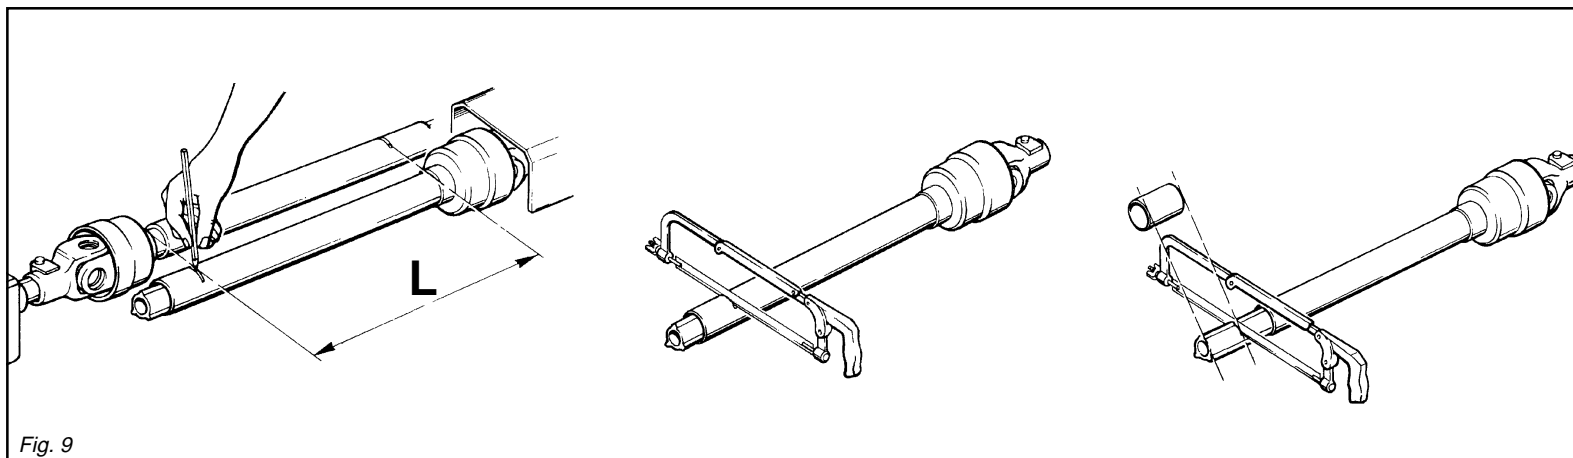

Fig. 9
- 4) Affiancare le due metà del cardano. Trovare la lunghezza minima di scorrimento «L» (Fig. 9). Se l'albero cardanico risultasse troppo lungo si dovranno accorciare, in uguale misura, prima i due tubi di protezione in plastica esterni, poi quelli metallici interni (vedere Fig. 9). Quindi sbavare e lubrificare.
- 4) *Place the two halves of the cardan shaft side by side. Establish the minimum sliding length "L" (Fig. 9). If the cardan shaft is too long, it must be shortened. Proceed by first equally shortening the two external plastic guard tubes then the internal metal ones (see Fig. 9). Finish by trimming and lubricating.*
- 4) Die beiden Hälften der Gelenkwelle aneinander annähern. Die kleinste Gleitlänge "L" finden (Abb. 9). Wenn die beiden Teile der Gelenkwelle zu lang sein sollten, müssen sie abgelängt werden, und zwar beide im gleichen Ausmaß, zuerst der äußere Kunststoffschutz, dann der innere Metallteil (vgl. Abb. 9). Dann sind sie zu entgraten und zu schmieren.
- 4) *Posez les deux moitiés de l'arbre à cardans une à côté de l'autre. Mesurez la longueur minimum de coulissement «L» (Fig. 9). Si l'arbre est trop long, vous devrez raccourcir de la même dimension les deux tubes de protection extérieurs en plastique et puis les tubes métalliques intérieurs (voir Fig. 9). Ensuite ébavurez et graissez.*
- 4) Juntar las dos mitades del cardán. Encontrar la longitud mínima de deslizamiento "L" (Fig.9). Si el árbol cardánico resulta demasiado largo deberemos acortar, en medida equivalente, en primer lugar los tubos de protección de plástico externos, y luego los tubos metálicos internos (ver Fig. 9). Luego limar y lubricar.